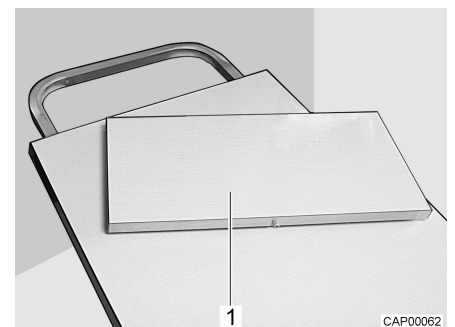

Bild 28 Bordsskiveförlängning
Hängbordets yta kan förstöras genom att en förlängningsplatta (Bild 28,1) sätts in.
- Lägg in förlängningsplattan (Bild 28,1) i bordsförlängningen.
- Ta ut förlängningsplattan (Bild 28,1) och lägg den på säker plats.